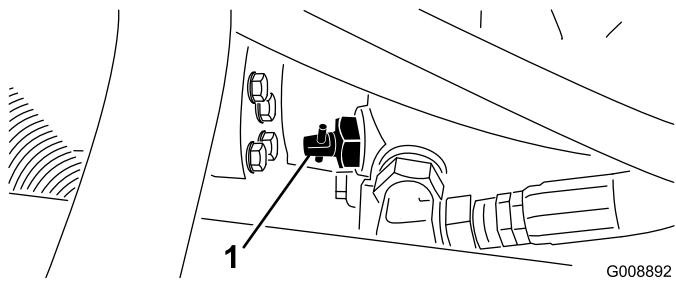

Bild 27
- Ermitteln Sie das Sicherheitsventil an der Pumpe (Bild 27) und drehen Sie das Ventil um 90 Grad.